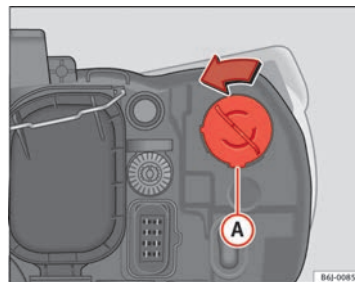

Fig. 167 Indicatore di direzione
- Ruotare il portalampada ⇒ fig. 167 (A) verso sinistra e tirare. ►